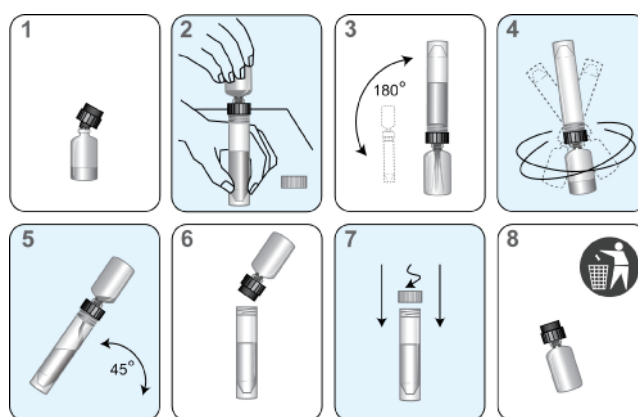

Figura 4. Proceso de reconstitución de los reactivos
- ii. Inserte firmemente el extremo ranurado del collar de reconstitución (negro) en el vial (Figura 4, paso 1).
- iv. Ponga el frasco de solución de reconstitución sobre una superficie estable (p. ej., una mesa de trabajo). A continuación, invierta el vial de reactivo liofilizado sobre el frasco de solución de reconstitución y acople firmemente el collar al frasco de solución de reconstitución (Figura 4, paso 2).
- v. Invierta lentamente los frascos acoplados (el vial acoplado al frasco de solución) para permitir que la solución pase al vial de cristal (Figura 4, paso 3).
- vi. Agite los frascos acoplados durante un mínimo de 10 segundos (Figura 4, paso 4).
- c. Inclíne lentamente de nuevo los frascos acoplados para hacer que toda la solución vuelva al frasco de solución de reconstitución (Figura 4, paso 5).
- d. Retire con cuidado el collar de reconstitución y el vial de cristal (Figura 4, paso 6).
- e. Vuelva a tapar el frasco. Registre las iniciales del usuario y la fecha de reconstitución en la etiqueta (Figura 4, paso 7).